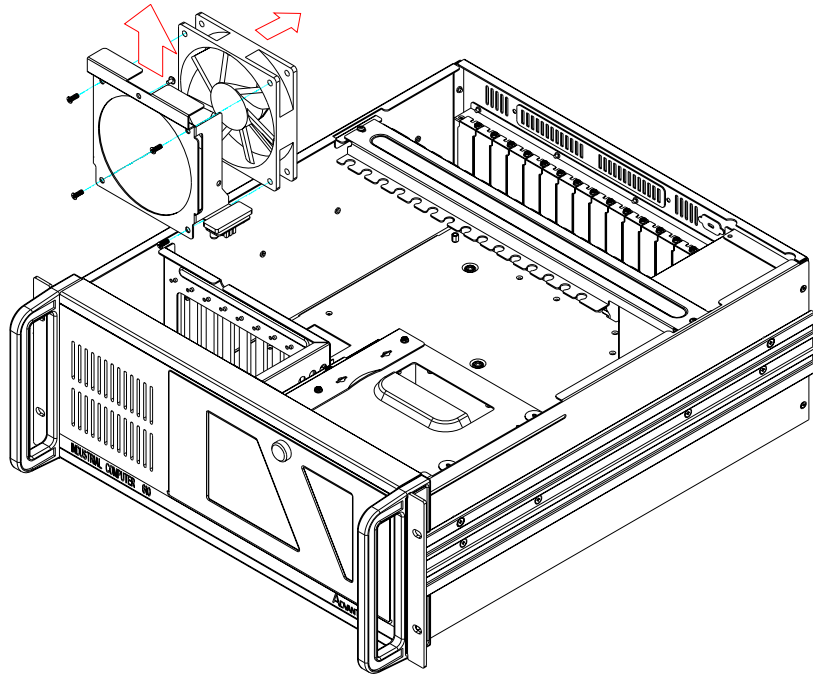

图 3.5：更换 IPC-610-F 的冷却风扇
3. 卸下风扇支架上的螺丝，然后拿出风扇。（如图 3.5 所示）